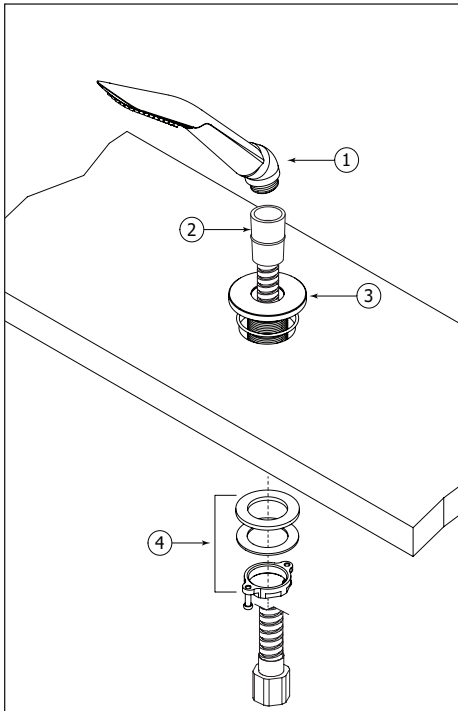

Fig.4
Insert the base (3) (decorative flange, threaded rod) into the deckmount hole. Secure with supplied tie-down kit (4) (see Fig.4) Insert the chrome hose (2) into the base hole (smaller 3/8 hex nut end). Then, connect the other end of the hose (including washer) to the handshower (1). Tighten firmly.
Insérer la base de la douchette (3) (rosace décorative et manchon fileté) dans le trou de la surface. Ensuite, fixer la base avec l'écrou (4) et la rondelle en caoutchouc (voir Fig.4). Insérer le raccord HEX 3/8" (le raccord le plus petit) du boyau en chrome (2). Ensuite, raccorder l'autre bout du boyau (incluant la rondelle en caoutchouc) à la douchette (1). Bien serrer.